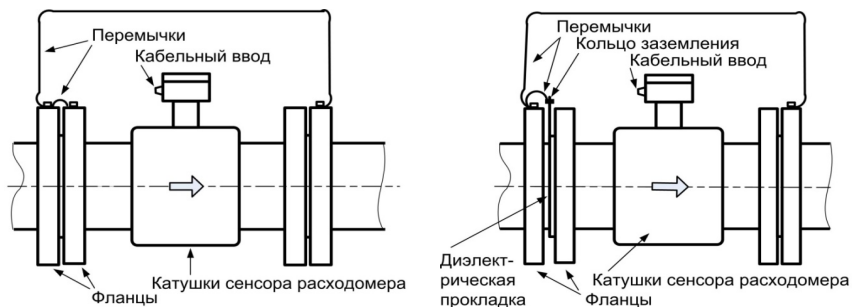

Рисунок 5.11 – Схема соединения фланцев при использовании катодной защиты (элементы крепежа на фланцах не показаны):
**ВНИМАНИЕ!** Если в трубопроводе протекает электрический ток, например, в случае применения катодной защиты от коррозии, нужно устанавливать электрические перемычки – рисунок 5.11.